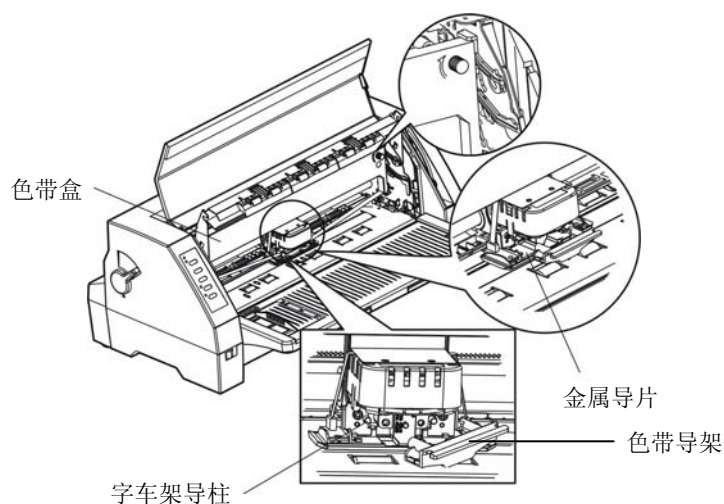

图 2-8 安装色带盒
7. 如图 2-8 所示，抓住色带盒的两边，使色带盒两边的卡扣对准打印机两侧的安装槽，稍用力向前推进，直到完全卡到位。然后将色带导架上的两个圆孔对准字车架上的两个导柱，按压到位。